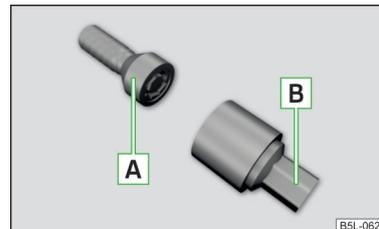

Abb. 164
Die Anti-Diebstahl-Radschrauben schützen die Räder vor einem Diebstahl. Diese können nur mithilfe des Adapters [B] » Abb. 164 gelöst bzw. festgezogen werden.
- › Den Adapter **B** » Abb. 164 mit der verzahnten Seite bis zum Anschlag in die innere Verzahnung im Kopf der Anti-Diebstahl-Radschraube **A** stecken.